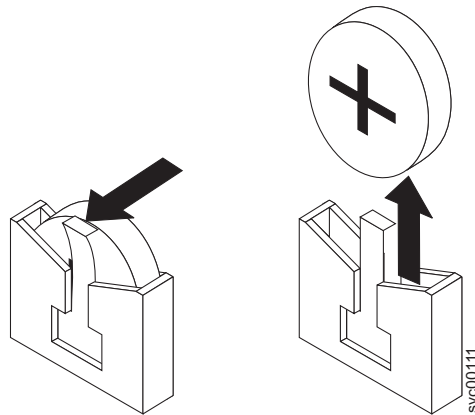

図 174. CMOS バッテリー・ホルダー
- a. 1本の指で、バッテリーをハウジングに保護しているリテーナー・タブを (図 174 に示す) 引きます。